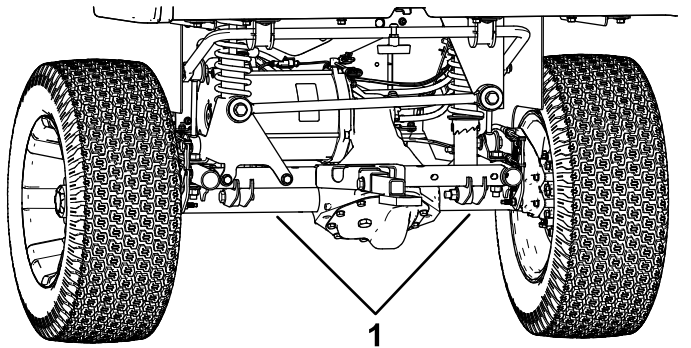

Figura 27
- El punto de elevación de la parte trasera de la máquina está situado debajo de los tubos del eje (Figura 27).